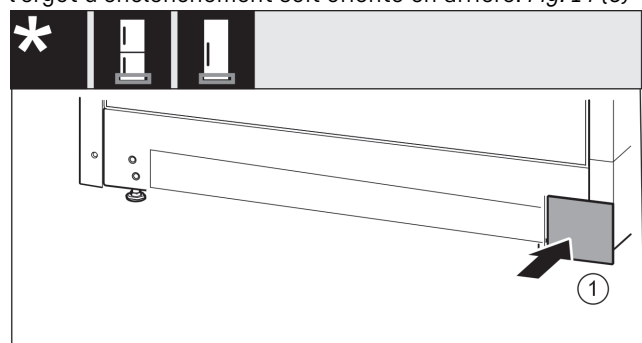

Fig. 15
- Remettre en place le cache de l'autre côté. Fig. 15 (1)